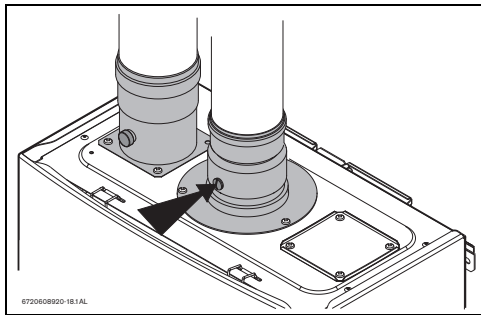

Fig. 44 Punto de medición
- ▶ Retirar el tornillo del accesorio de evacuación, consultar la Fig.44.